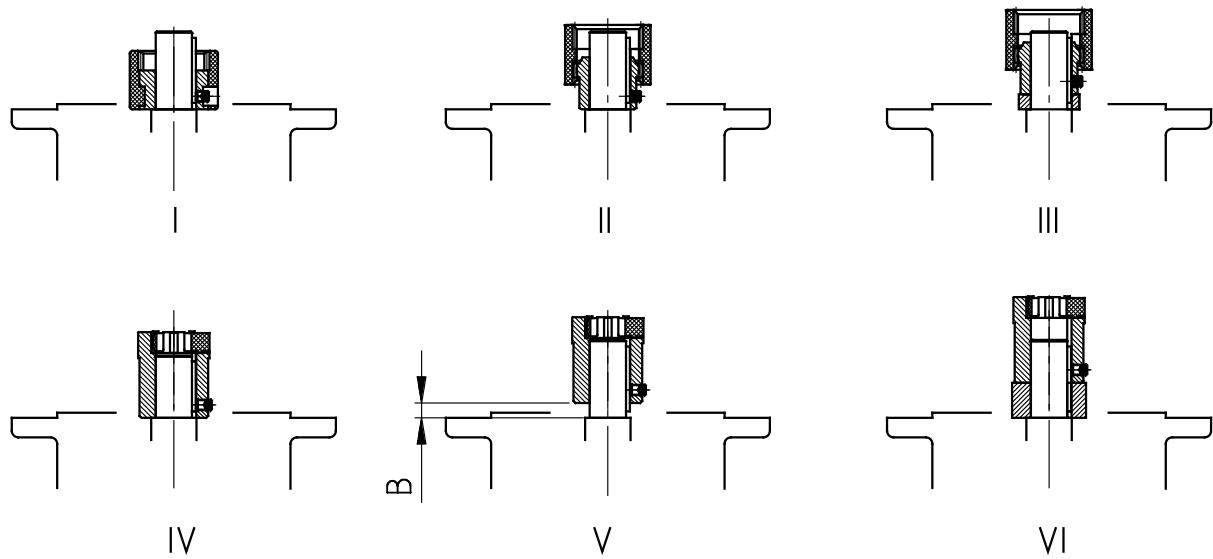

Figura 17: Montaje del acoplamiento en el eje motor en el caso de diferentes tipos de acoplamiento
3. Introducir el acoplamiento en el eje del motor hasta el tope según las especificaciones del fabricante del motor. En los motores de los tamaños 90, 160, 180 y 225, entre el acoplamiento y el tope del eje deberán colocarse eventualmente los casquillos distanciadores incluidos en la entrega. En el caso de reductores coaxiales estándar debe tenerse en cuenta la dimensión B entre el acoplamiento y el tope (véase "Figura 17"). En el caso de algunos **adaptadores NEMA**, la posición del acoplamiento debe ajustarse según lo indicado en la etiqueta adhesiva.